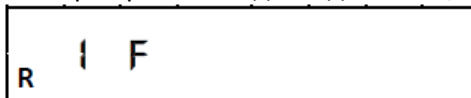

Рис. 3. Тест сегментов (увеличенное изображение)
5. Тест сегментов (см. также рис. 3).